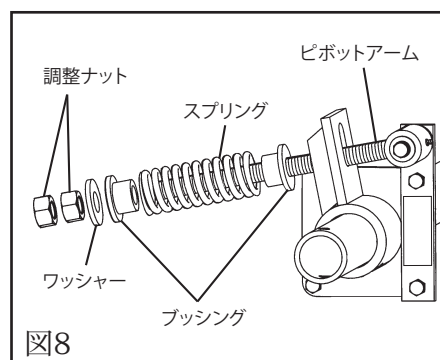

図8
14. スプリング本体を再度組み立てます。スプリング、ワッシャー、ブッシングをピボット・アームにスライドさせ、2つの調整ナットを回して、ピボット・アームの約6mmがナットの上に露出するようにします。(図8)